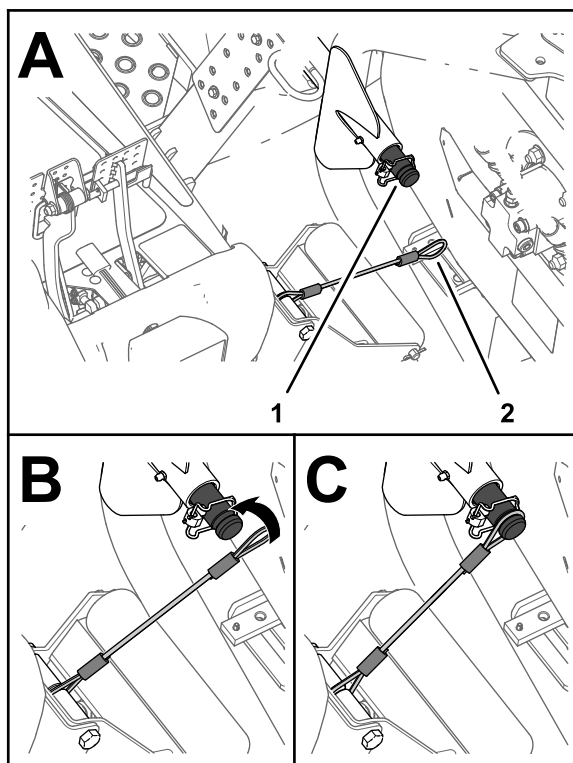

Figura 66
5. Allineate il cordino all'albero portante del braccio di sollevamento dell'apparato di taglio anteriore esterno (Figura 66).
6. Fate scorrere l'occhiello del cordino sull'albero portante fino a quando non è completamente inserito nella scanalatura sull'albero (Figura 66).